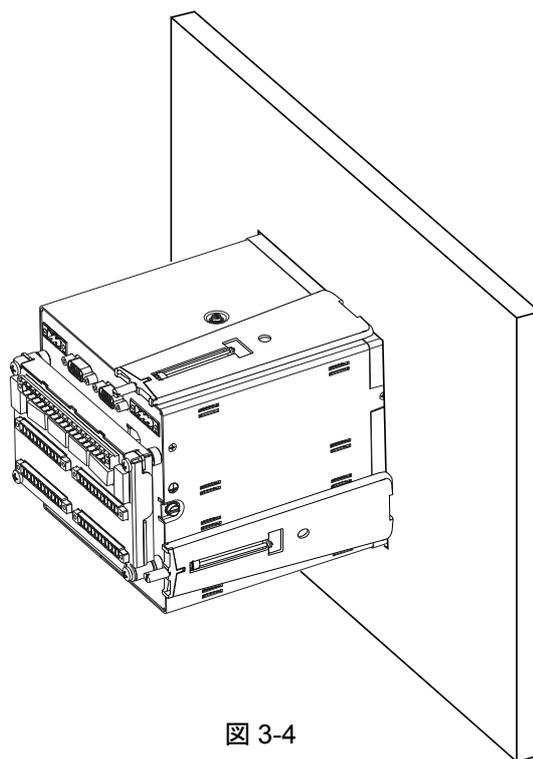

図 3-4
6. 同様に上下左右の 4 箇所を取付金具を取り付けます。すべての取付金具を均等の力で締め付けて、本機器を固定します。(図 3-4)